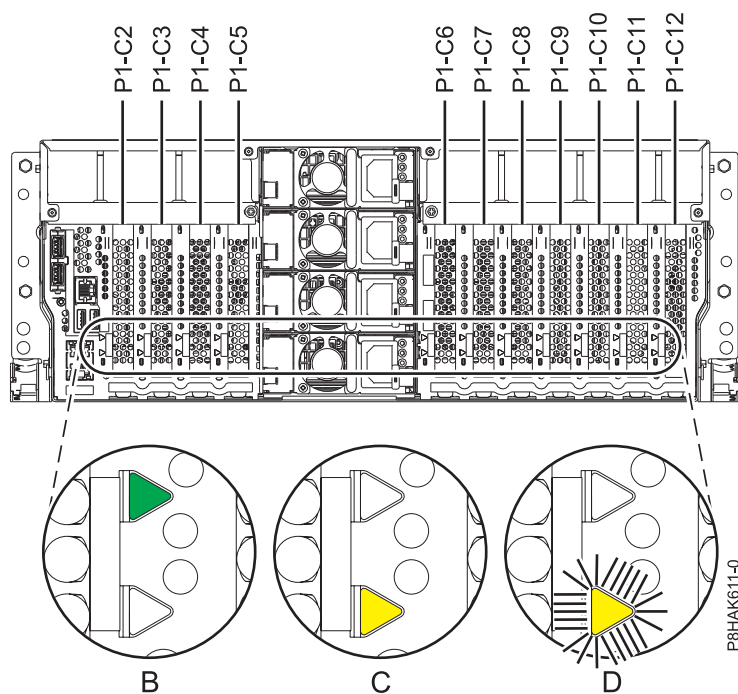
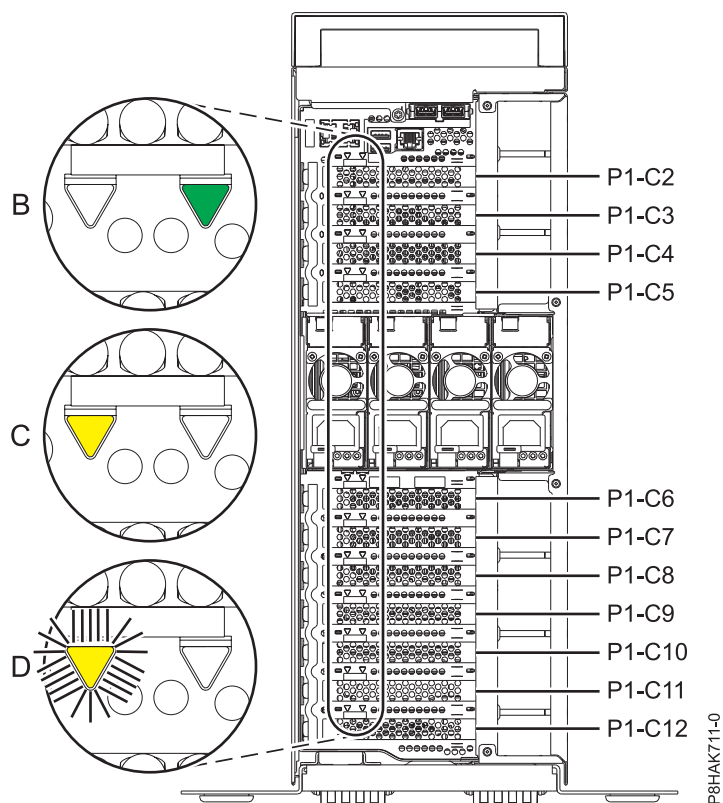

Figura 56. Localizações de ranhuras de adaptadores PCIe e localizações dos LEDs num sistema montado em bastidor
Figura 57. Localizações de ranhuras de adaptadores PCIe e localizações de LEDs num sistema 8286-41A autónomo
1. A Familiarize-se com a localização das ranhuras de adaptador PCIe e indicadores de assistência para o adaptador PCIe no qual pretende prestar assistência. Os adaptadores PCIe estão instalados na parte posterior do sistema. A Figura 56 e a Figura 57 na página 65 mostram as localizações dos adaptadores PCIe num sistema e as localizações dos díodos emissores de luz (LEDs) para o adaptador PCIe.